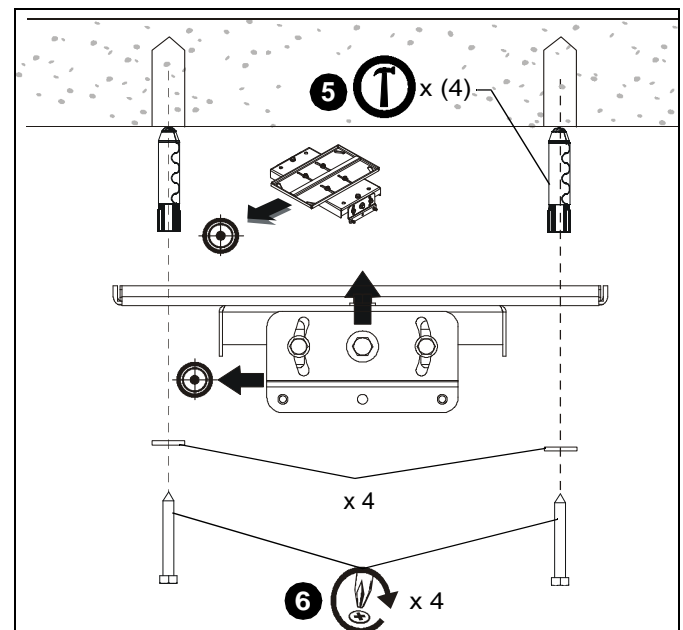

Figure 6
- Installez quatre dispositifs d'ancrage pour béton Fischer UX8 ou Toggler AF8 (non fournis) en les insérant dans les avant-trous et en les enfonçant jusqu'à ce qu'ils affleurent à la surface de montage. (voir la Figure 6)
- Fixez le LPK1 avec le VCM attaché (non fourni) sur la structure à l'aide de quatre rondelles plates de 5/16" (non fournies) et de quatre boulons tire-fond de 5/16" x 2-1/2" (non fournis). (voir la Figure 6)